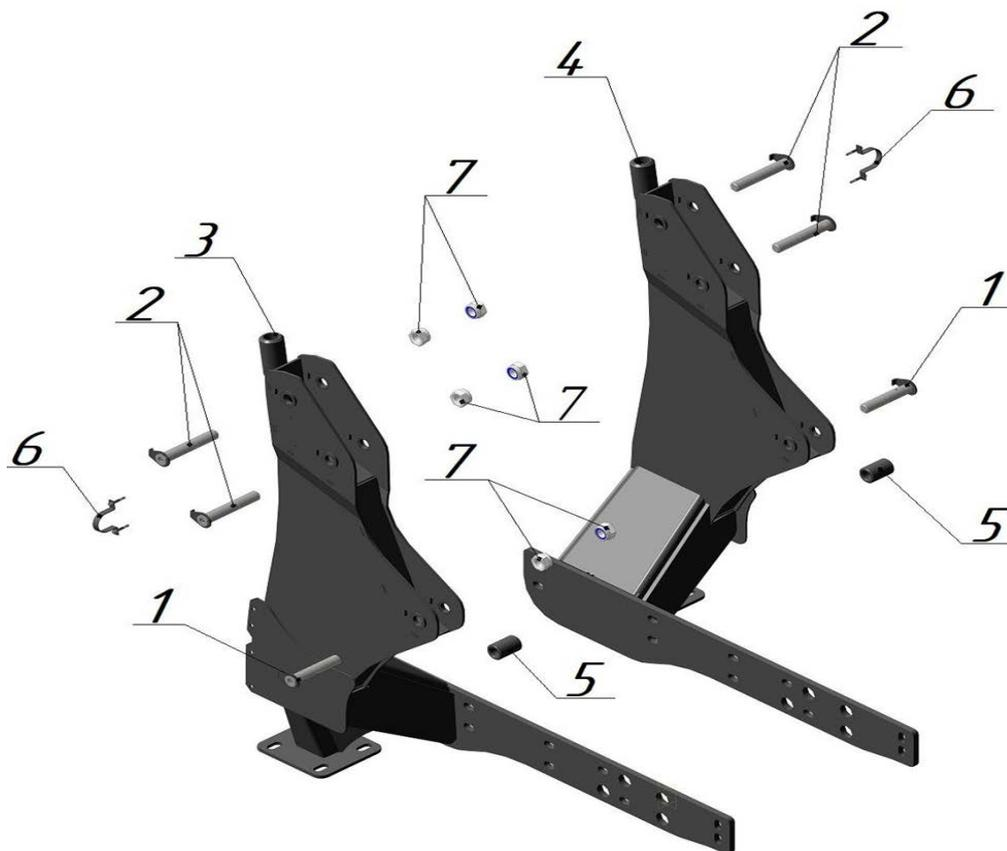

Рис. 2.2 – БЗ-Р.02.090 сборка подрамников
2.2. Состав сборки подрамников БЗ-Р.02.090 (трактор Беларус 82 без быстросъёмного механизма с трактора) приведен на рис. 2.2 и таблице 2.2.